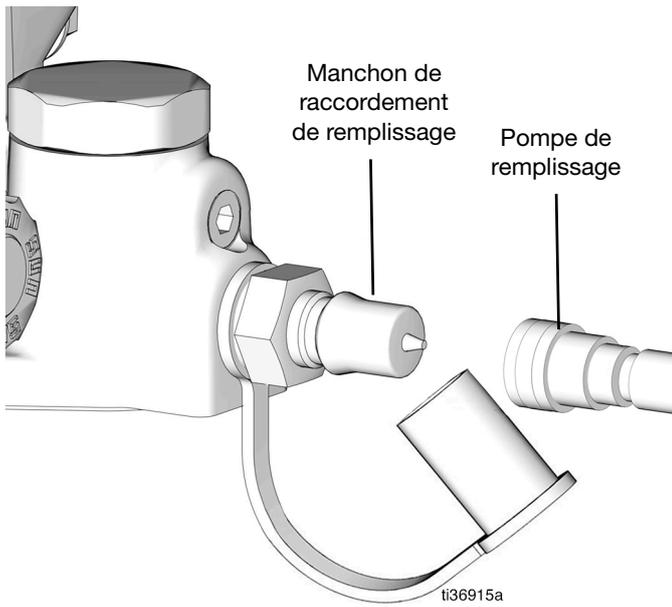

FIG. 75
35. Connecter la pompe de remplissage au manchon de raccordement de remplissage (FIG. 75).